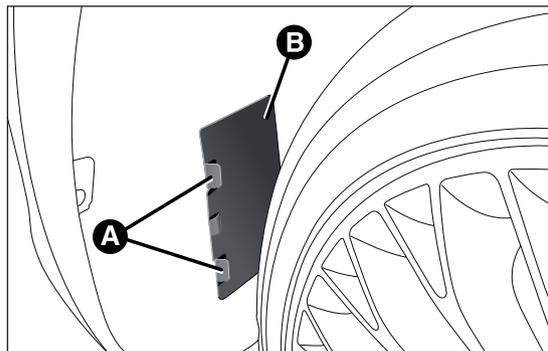

fig. 135
- agire sulle linguette A fig. 135 e rimuovere lo sportello B;